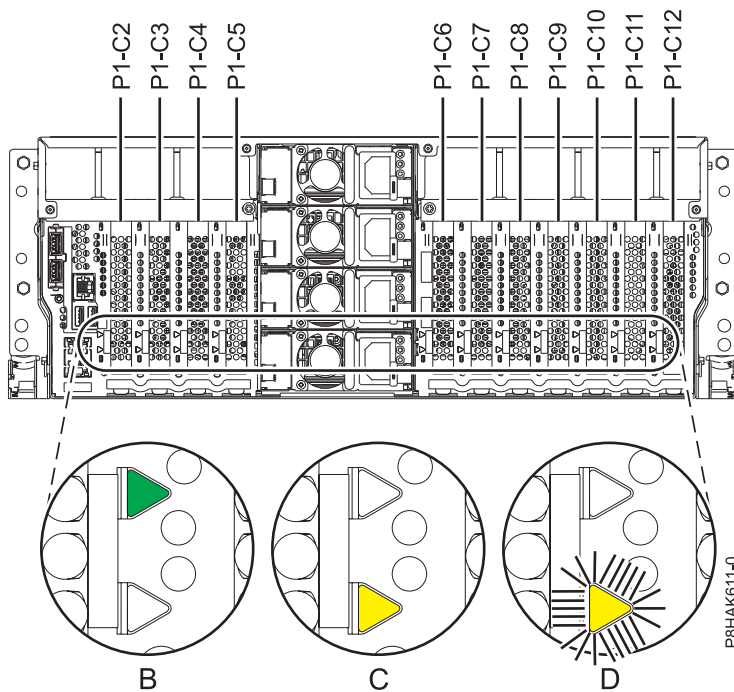
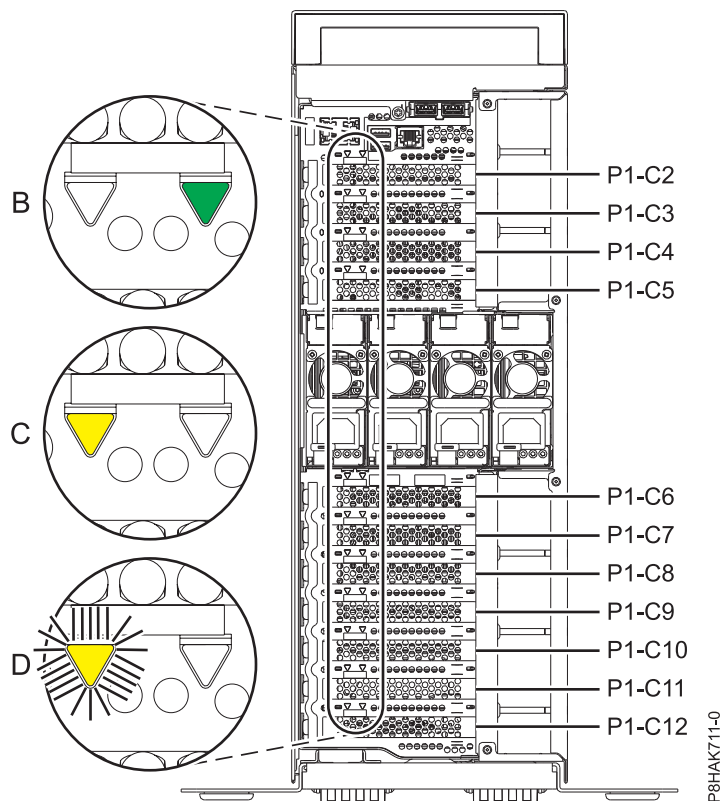

Figure 68. Emplacements des cartes PCIe et emplacements des voyants sur un système monté en armoire
Figure 69. Emplacements des cartes PCIe et emplacements des voyants sur un système 8286-41A autonome
Si vous intervenez sur une carte PCIe défectueuse, recherchez le voyant orange qui clignote sur cette carte PCIe pour identifier le composant défectueux. Voir la figure 68 et la figure 69, à la page 75 qui illustrent les états des voyants. Notez que le voyant orange correspondant à la carte PCIe défectueuse **clignote**, comme illustré dans (D) dans la figure 68 et la figure 69, à la page 75.
Avvertissement : Si la carte PCIe fonctionne normalement, le voyant d'activité est **fixe** (vert) et le voyant d'erreur est **éteint** (orange), comme illustré dans (B) dans la figure 68 et la figure 69, à la page 75. Ne tentez pas de retirer la carte PCIe en cours de fonctionnement.